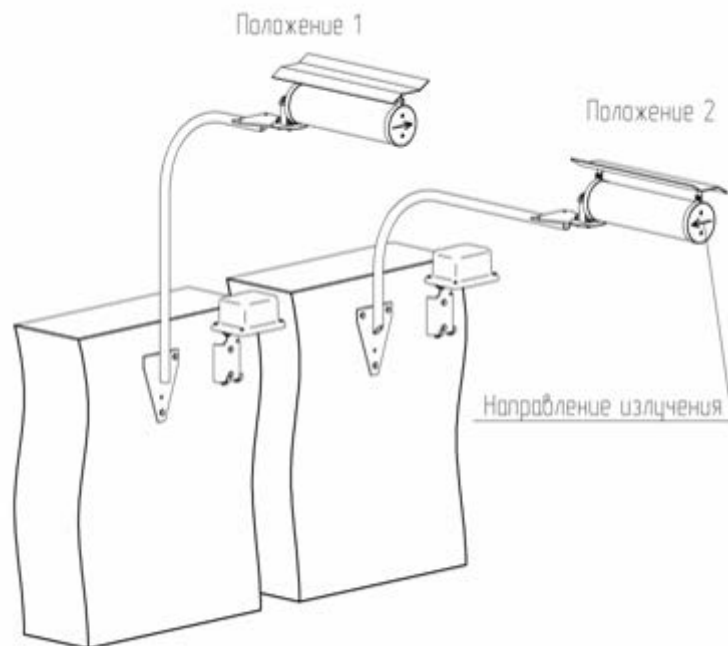

Рисунок 1 - Разнесение блоков смежных участков
- создание непрерывной зоны обнаружения (как на прямолинейных, так и на угловых участках заграждения) обеспечивается специальными кронштейнами за счет формирования зон перекрытия (рис. 1);
Извещатель устанавливается под окнами первого этажа для защиты от проникновения через них. При наличии ворот, гаражей, дверей на 1 этаже здания, извещатель устанавливается под окнами второго этажа. Блоки извещателя «Предел-200-К» («Тантал-200-К») устанавливаются при помощи специальных кронштейнов КМЧ-2. Длина участка охраны ограничена до 50м. Конструкция кронштейна обеспечивает разнос в пространстве блоков смежных извещателей за счет разной длины плеч кронштейна при одинаковой высоте установки оснований кронштейнов. Кронштейны смежных участков должны быть закреплены так, чтобы оси ЗО этих участков были разнесены в пространстве по каждой из осей на расстояние не менее 8 см (рис.1). Металлорукав рекомендуется пропустить через трубу кронштейна.